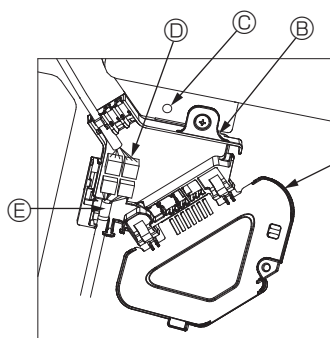

Fig. 10-8
- Branchez correctement le connecteur du fil de jonction du moteur des ailettes et le connecteur du fil du moteur des ailettes du panneau dans la boîte de raccordement. (Fig. 10-8)